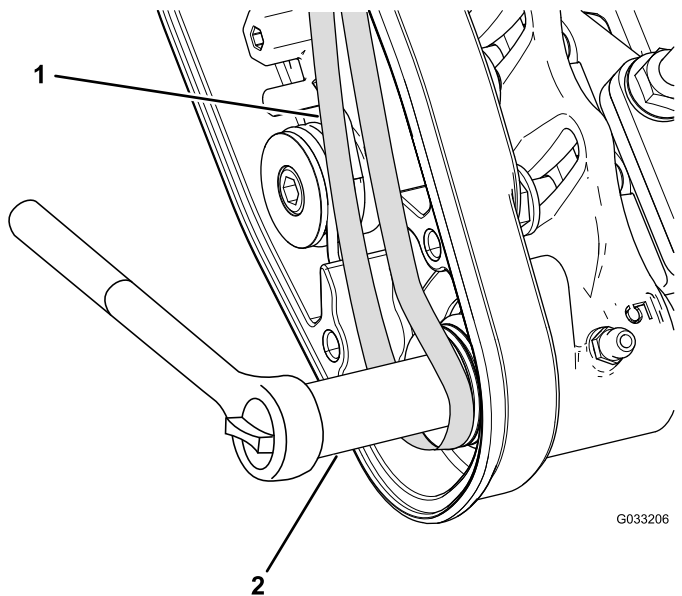

Figura 26
- C. Utilizzate una chiave a tubo di profondità da 9/16" per ruotare il gruppo spazzola e guidare la cinghia sulla puleggia condotta (Figura 26).